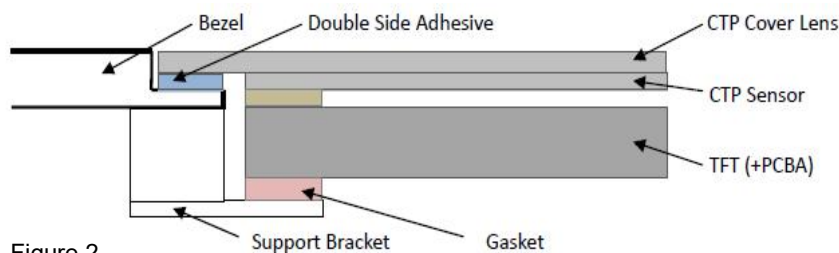

Figure 2
7.2 Surface Mounting (Figure 2)
7.2 嵌入安装（附图 2）